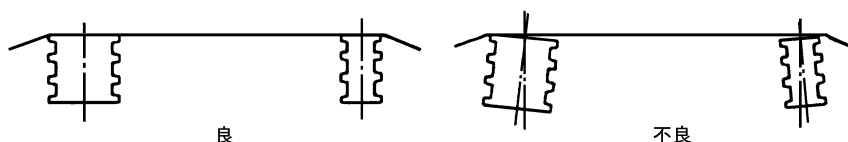

図11 プーリ図
- (1) Vベルトカタログを参照し、ポンプと駆動機の回転速度をもとにしてポンプ側、駆動機側それぞれのベルト車の大きさ、Vベルトの本数を決めてください。Vベルトを一直線にするために駆動機とポンプの両プーリに糸を張ります。図11のように糸がプーリ側全面に接触し、かつ一直線になるようにしてください。